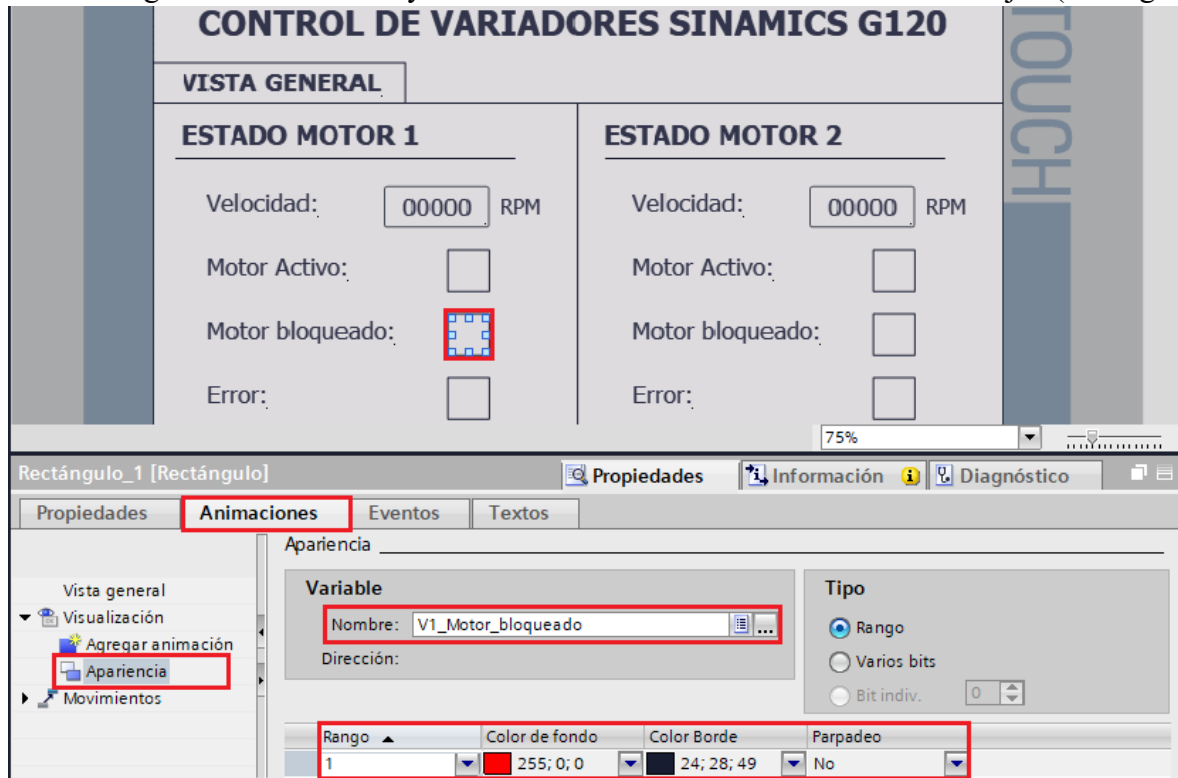

Figura 41. Configuración estado Motor bloqueado.
- En “Rango” seleccionar “**1**” y en “Color de fondo” seleccionar el color “Rojo” (ver Figura 41).